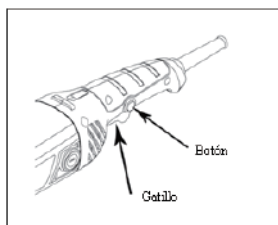

Figura 7
- 2) Encienda la herramienta presionando ligeramente el botón de encendido / apagado, luego presionado el gatillo de encendido/apagado ligeramente. (Vea figura 7)